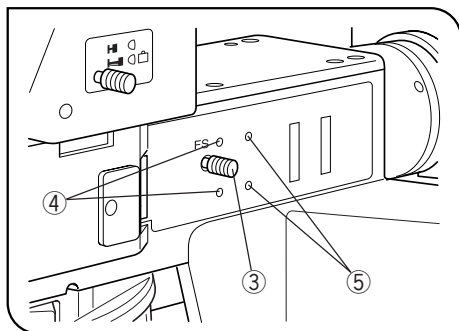

図 2
- 3) 接眼レンズを抜き取り、接眼スリーブ内を見ながら、ハンドスイッチのAS-ボタン⑦を押して、約70%位にします。
- 4) このとき、絞りの中心がずれていましたら、AS心出しねじ(図2⑤)2ヶに六角ドライバをそれぞれに入れて回して中心に調整します。